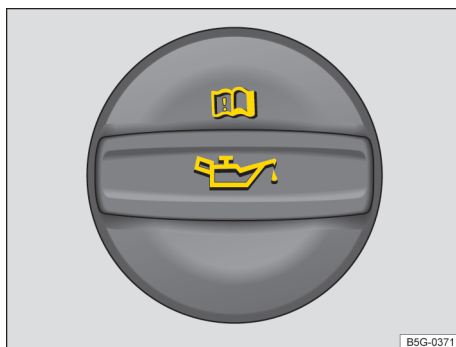

Fig. 176 No compartimento do motor: tampa da abertura para enchimento de óleo do motor (representação esquemática).
4. Identificar a abertura para enchimento de óleo do motor e a vareta de medição do óleo. O bocal de abastecimento do óleo do motor é identificado pelo símbolo  reconhecível na tampa, e a vareta de medição do óleo, pela alça colorida → Fig. 176. Se não estiver claro onde a tampa e a vareta de medição do óleo se encontram, procurar uma Concessionária Volkswagen ou uma empresa especializada.
9. Desrosquear a tampa da abertura para enchimento de óleo do motor → Fig. 176.